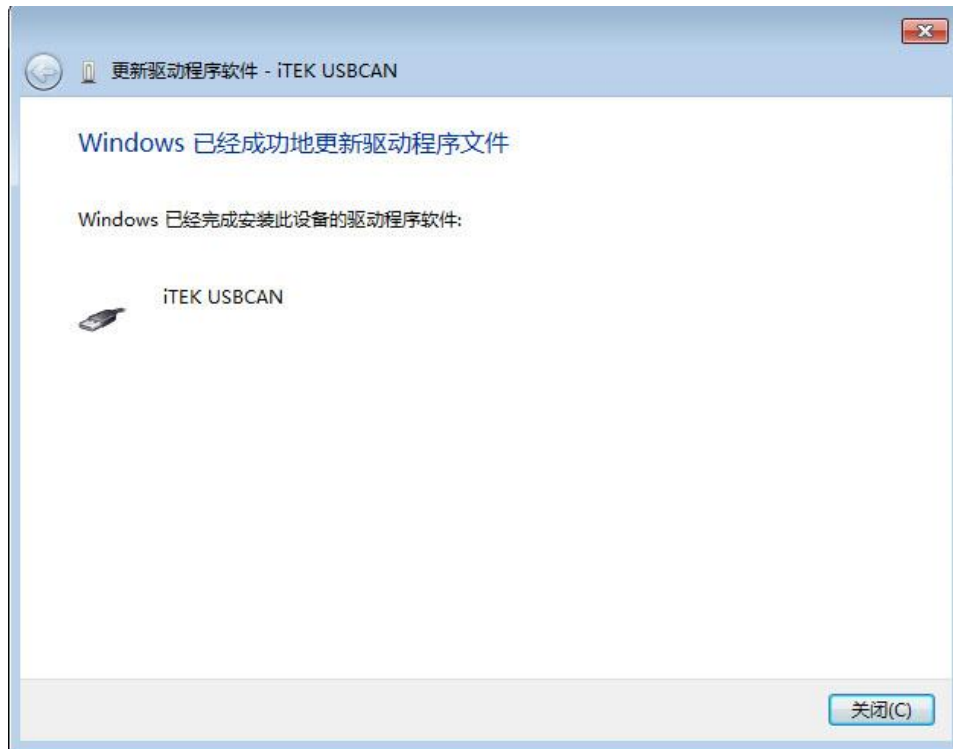

图 3-7 安装完成界面
5) 出现图 3-7 的界面后,代表驱动已经安装完, 点击<关闭>按钮后, USBCAN 就可以正常使用了。